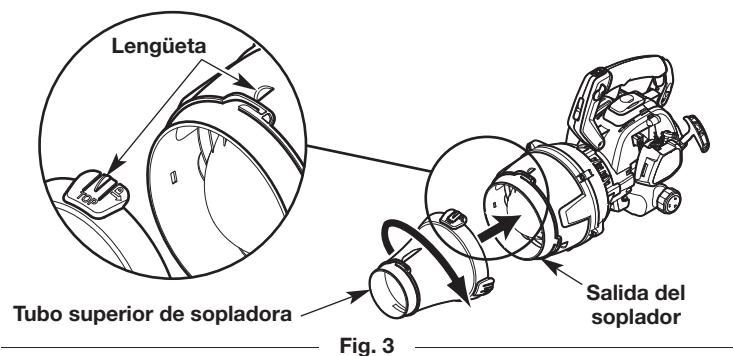

Fig. 3
4. Empuje el tubo superior del soplador sobre la salida del soplador (Fig. 3).
5. Mientras sostiene la manija firmemente, gire el tubo superior del soplador hacia la derecha hasta que calce en su lugar (Fig. 3). La lengüeta sobre el tubo superior del soplador debe alinearse con la lengüeta sobre la salida del mismo (Fig. 3).